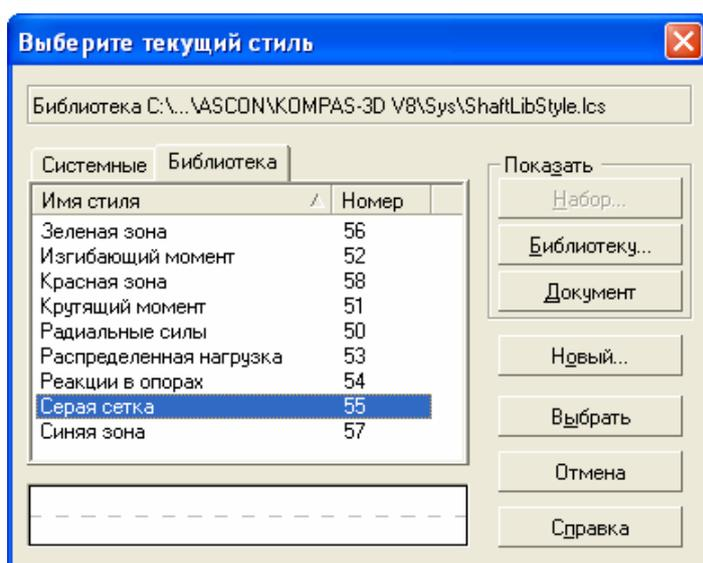

Рис. 5. Новый стиль линий из библиотеки
6. В диалоговом окне выбора стиля линий появятся все доступные стили библиотеки (рис. 5).